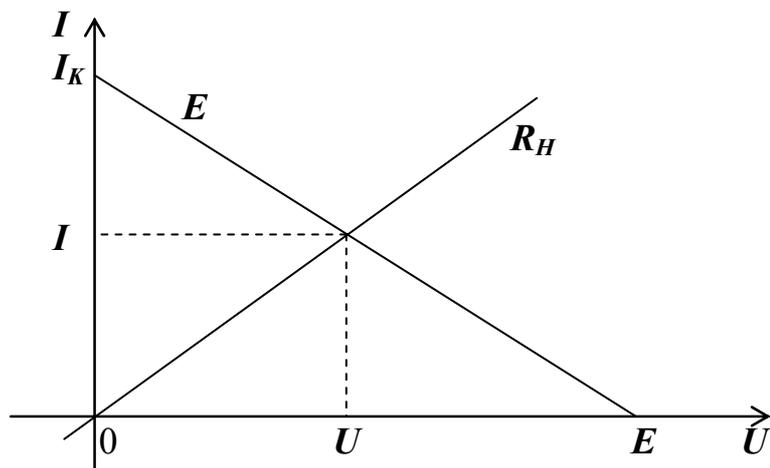

Рис. 3.5
На вольт-амперной характеристике нагрузки $I(U)$ (рис. 3.5) параметры E , r и I_K определяют графическую характеристику эквивалентного источника напряжения. Она представляет собой прямую, проходящую через точки E на оси напряжений и точку I_K на оси токов. Точка пересечения прямых определяет ток I в цепи и напряжение U , падающее на нагрузке.
6. Постройте график нагрузочной характеристики источника подобно рис. 3.5.